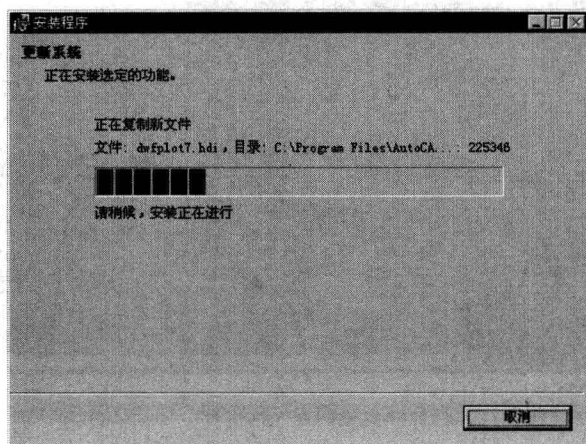

图 1-5 开始安装 AutoCAD，或升级 AutoCAD
4. 开始安装，将 AutoCAD 软件拷贝到您的计算机里，如图 1-5 所示。